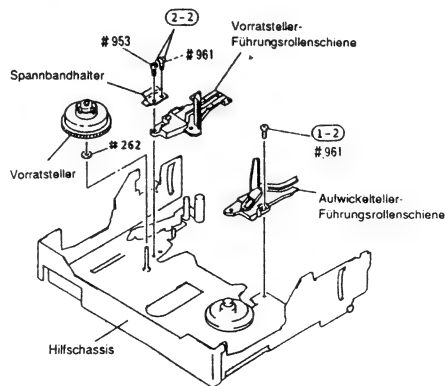

Abb. 2-59
- 2) Eine (1) Befestigungsschraube der Aufwickelteller-Führungsrollenschiene entfernen (siehe Abb. 2-59).
- 2) Zwei (2) Befestigungsschrauben des Spannbandhalters und der Vorratstellers-Führungsrollenschiene entfernen (siehe Abb. 2-59).